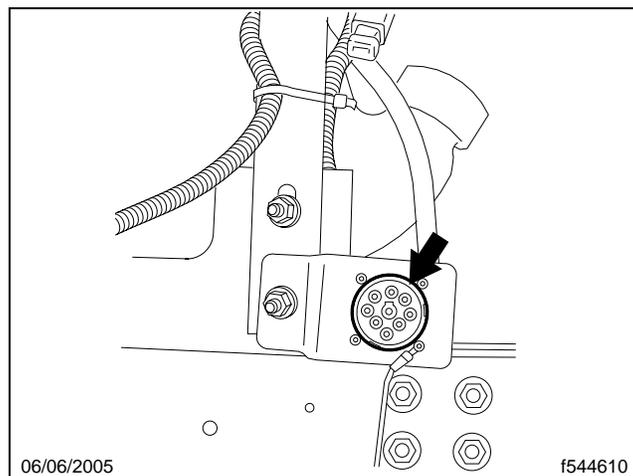

Fig. 1, Connecteur de diagnostic (l'emplacement peut varier)
3. Brancher l'ordinateur portable utilisé à un adaptateur secteur, puis connecter le connecteur de l'ordinateur portable au connecteur de diagnostic. Reportez-vous à la **figure 1**.